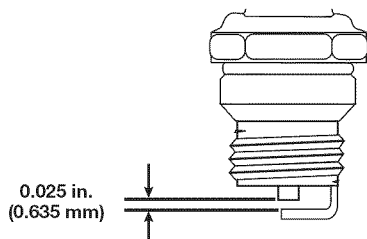

Fig. 24
- Cambie las bujías que estén rajadas, sucias o deterioradas. Fije la separación de aire a **0,635 mm (0,025 pulgadas)** utilizando un calibrador (Fig. 24).